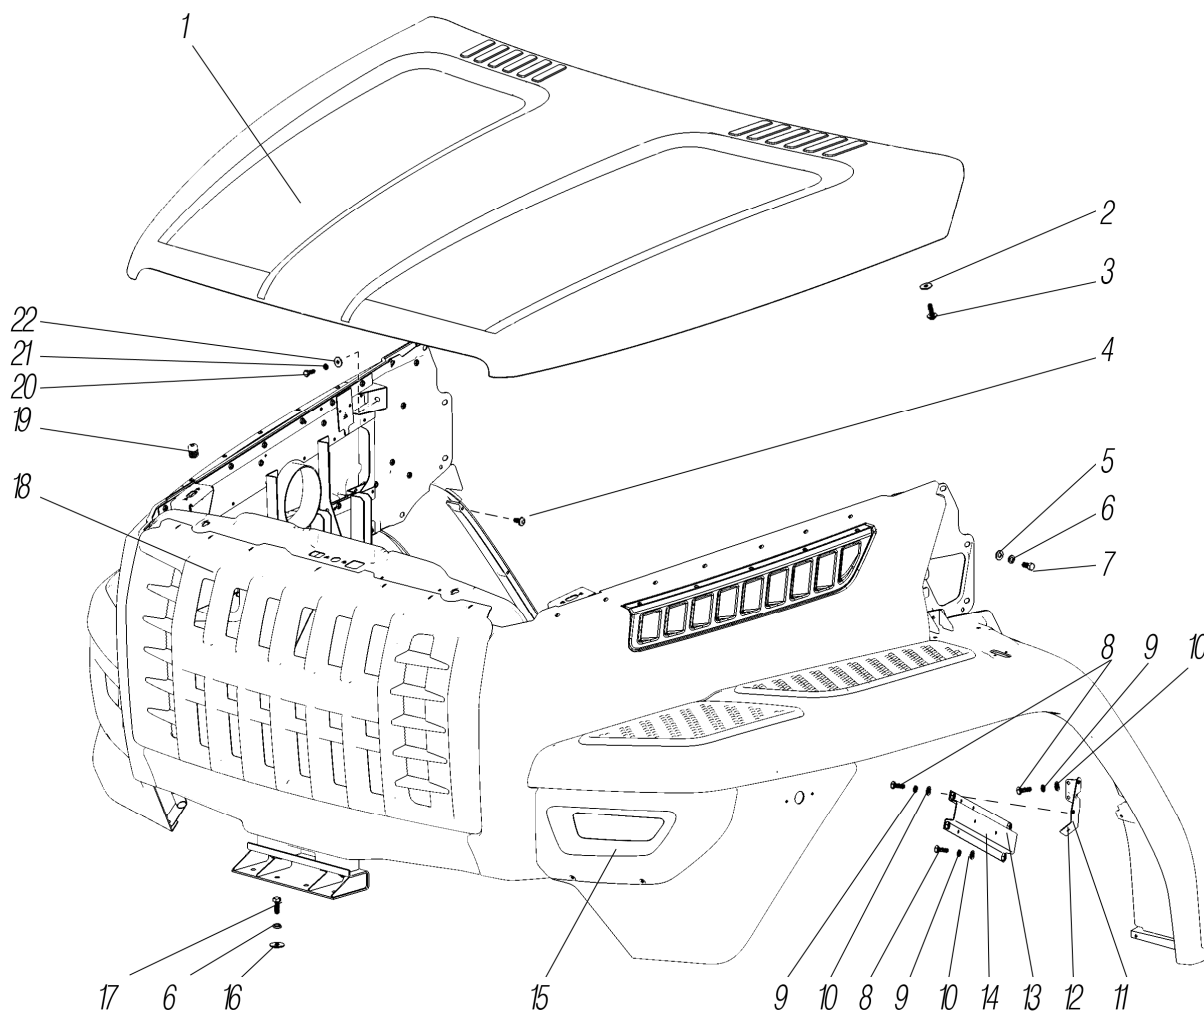

Рисунок 7.61
*¹ См. рисунок 7.61
See figure 7.61